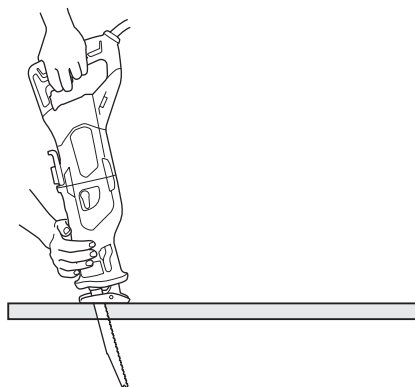
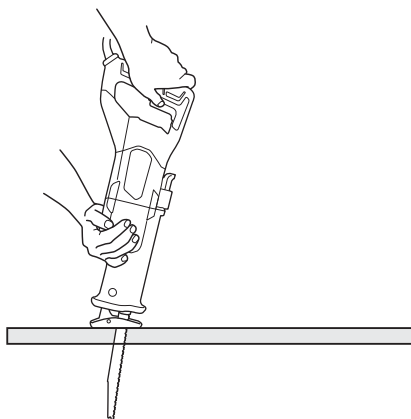

Fig. 23
Fig. 24
- (3) Tenir le corps de l'outil fermement jusqu'à ce que la lame aient complètement coupé le matériau. (Fig. 23, Fig. 24)